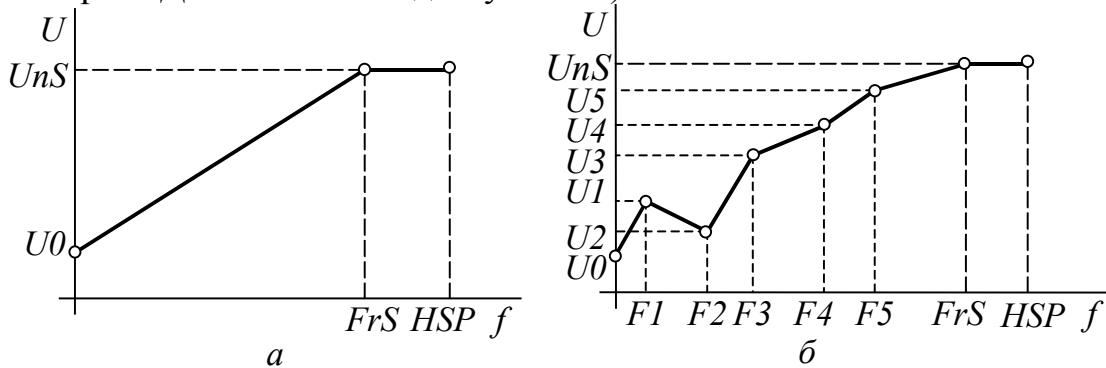

Рис. 6.1 Вольт-частотные характеристики законов [V/F 2pts] (а) и [V/F 5pts] (б)
Скалярные законы управления обеспечивают зависимости между напряжением и частотой (вольт-частотные характеристики, ВЧХ), показанные на рис. 6.1. Координаты точек ВЧХ задаются одноименными параметрами $U0\dots U5$, $F1\dots F5$, доступными после выбора соответствующего закона. Параметр $U0$ задает уровень начальной форсировки напряжения при нулевой скорости, необходимый для обеспечения нужного уровня пускового момента (при увеличении $U0$ момент возрастает). Эта форсировка компенсирует падение напряжения в активном сопротивлении обмотки статора (т.н. «*IR*-компенсация»). Используя опцию UF5, [V/F 5pts], можно реализовать ВЧХ любой формы (например, квадратичную $U/f^2 = const$ или с повышенным пусковым моментом). В диапазоне частот $FrS > f > HSP$, наступает режим ослабления поля (вторая зона регулирования), в котором частота изменяется при неизменном напряжении, а магнитный поток меньше номинального и примерно обратно пропорционален выходной частоте.
- UFr, [*IR compensation*], [*IR-компенсация*] – степень IR-компенсации (25... 200%). Действие аналогично параметру U0 в скалярных законах управления (ср. рис. 6.1 и 6.2);